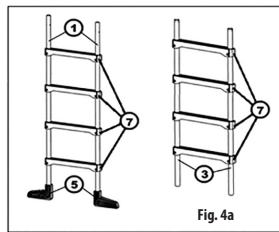
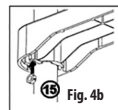
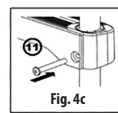

Fig. 4a
Fig. 4b
Fig. 4c
Enfonchez toutes les marches en plastique (7) sur les deux paires de tubes en prenant garde à conserver la même orientation de toutes les marches. Pour les tubes de la partie amovible (3), orientez-les avec l'obturateur des tubes orienté vers le haut. Déplacez les marches sur les tubes de façon à ce que les trous pour les vis correspondent aux trous percés dans les tubes (Fig. 4a). Introduisez un écrou dans la rainure dans la rainure en bas de la marche (15) (Fig. 4b) et serrez la marche avec les vis correspondantes (11) (Fig. 4c).
Tutti i gradini in plastica (7) devono essere applicati su entrambi i montanti tubulari esercitando un po' di forza e mantenendo sempre la stessa direzione di tutti i gradini. In caso di montanti tubulari smontabili (3) i tappi dei montanti devono essere rivolti sempre verso l'alto. Spostare i gradini lungo i montanti tubulari per trovare la posizione giusta per i fori dei gradini che devono combaciare con i fori dei montanti (Fig. 4a). Inserire il dado (15) (Fig. 4b) nella scanalatura praticata sul lato inferiore del gradino e fissare il gradino con le viti (11) (Fig. 4c).